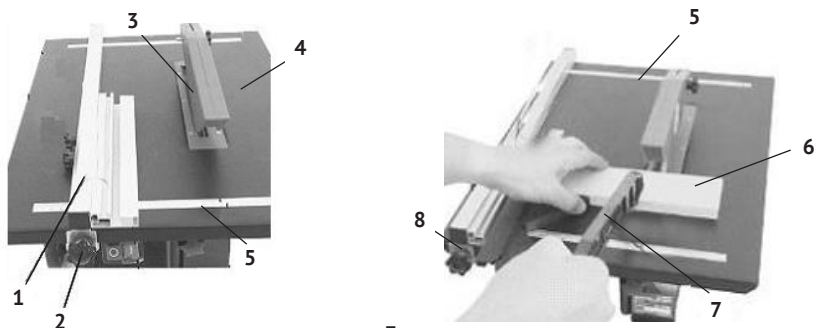

рис. 5
2.2.1 Прямолинейный рез (см. рис.5):
- в зависимости от толщины заготовки установить на рабочий стол (рис.5 поз.4) параллельный упор (рис.5 поз.1) высоким или низким бортиком в сторону режущего диска;
- ослабить винты (рис.5 поз.2) зажимов (рис.5 поз.8), сдвинуть планку параллельного упора (рис.5 поз.1) до совпадения отмеченной линии реза на заготовке (рис.5 поз.6) с плоскостью режущего диска (рис.5 поз.3);
- при работе с узкими заготовками или при поперечном резе необходимо использовать толкатель (рис.5 поз.7), как показано на рис.5;
- прижав торец заготовки к угловому упору ослабить винты (рис.5 поз.2) зажимов (рис.5 поз.8), сдвинуть планку параллельного упора (рис.5 поз.1) до совпадения отмеченной линии реза на заготовке (рис.5 поз.6) с плоскостью режущего диска (рис.5 поз.3);